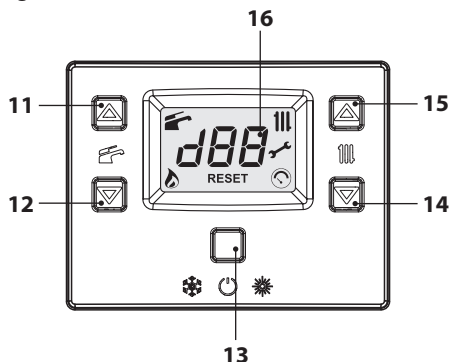

Figura 2.5
- Tenere premuto per 2 secondi il tasto 13 fino a far apparire sul display il simbolo  (Figura 2.5).
La temperatura dell'acqua calda di mandata riscaldamento è regolabile agendo sui tasti 14 (diminuzione) e 15 (aumento) (Figura 2.5) da un minimo di circa 38°C ad un massimo di circa 85°C. Alla prima pressione di uno dei due tasti si ha la visualizzazione del valore di "set", alla seconda pressione si accede alla modifica. Segnalazione data dal display LCD:
Comunque se la temperatura ambiente non dovesse essere confortevole si può aumentare o diminuire la temperatura di mandata dell'impianto riscaldamento di $\pm 15^{\circ}\text{C}$ agendo sui tasti 14 (diminuzione) e 15 (aumento) (Figura 2.5).
La temperatura dell'acqua calda sanitaria è regolabile agendo sui tasti 11 (aumento) e 12 (diminuzione) (Figura 2.5) da un minimo di circa 35°C ad un massimo di circa 60°C . Alla prima pressione di uno dei due tasti si ha la visualizzazione del valore di "set", alla seconda pressione si accede alla modifica.